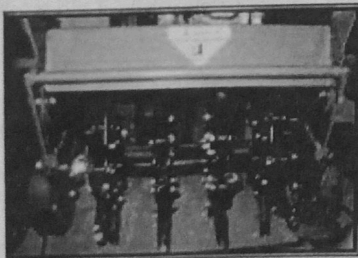

Fig. 15: Po rozmontowaniu zespołu łożysk będzie można wyjąć wirnik
- ii. Odkręcić zespoły łożyskowe po obu końcach wirnika (patrz fig. 15).